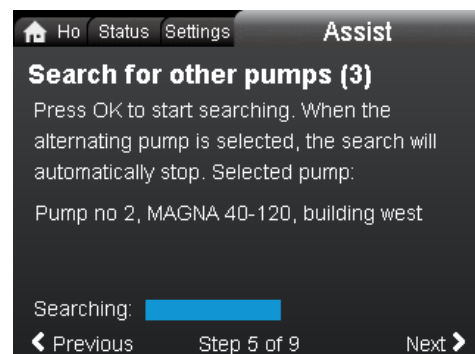

Рис. 46 "Search for other pumps (1)"
8. Нажмите [OK] на основной головной части, чтобы начать поиск. См. рис. 46.